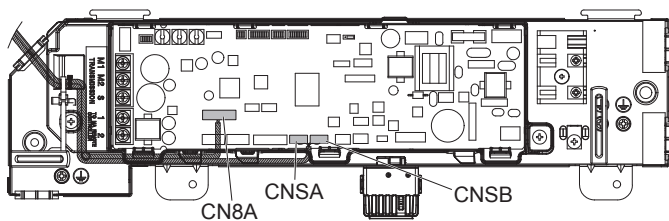

Fig. 5-6
4. Am Schalttafelanschluss für optionale Leitungen anschließen. (Fig. 5-6)